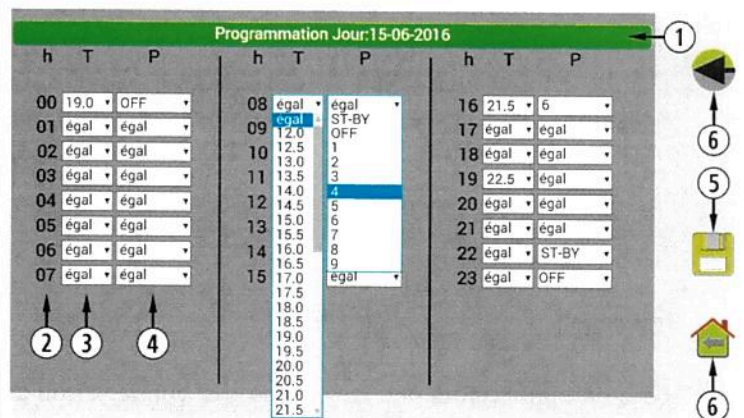

Figure 49
Il est important de valider la programmation en cliquant sur sauver (point ⑤, *figure 49*) une fois que la programmation a été fait.